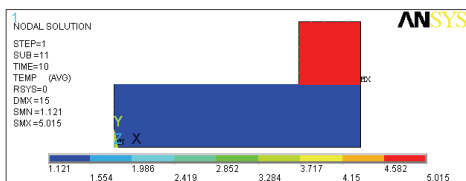

图 4-100 10s 后的温度场等值线图
1) 选择 Main Menu | General Postproc | Plot Results | Contour Plot | Nodal Solu 命令, 出现 Contour Nodal Solution Data 对话框, 在 Item to be contoured 列表框中选择 DOF solution Temperature TEMP, 其余选项采用默认设置, 单击 OK 按钮, ANSYS 窗口将显示如图 4-100 所示的 10s 后的温度场等值线图。